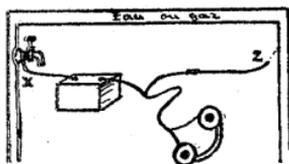

Figure 81
**Terre.** — Si la terre n'est pas soudée aux pièces métalliques qui servent à cet usage, vérifiez-la de temps en temps. Placez le fil X au fil de terre se branchant à l'appareil et frappez avec Zu une autre partie du tuyau, le courant passera si la connexion est bonne (Fig. 81). Si vous ne pouvez pas faire une soudure, voici deux